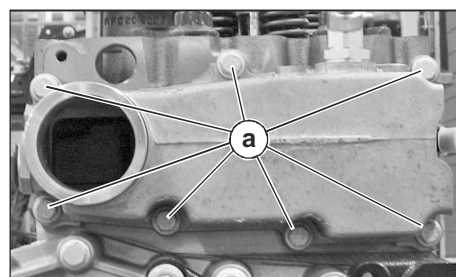

Рис. 60. Снятие коробки слива ОЖ с головки цилиндров.
7. Отвернуть 7 болтов крепления коробки слива охлаждающей жидкости с головки цилиндров (а) (310022) (см. Рис. 60).